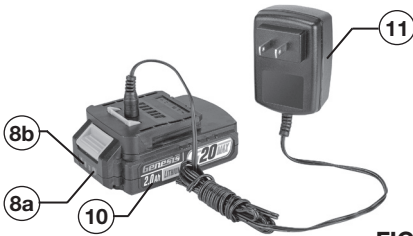

FIG 3
CARGA DE LA BATERÍA (FIG 3)
- Conecte el cargador (11) a una fuente de energía de 120 voltios de CA. La luz indicadora verde en el cargador se iluminará, confirmando que está encendido.
- Conecte el cargador a la batería (10) como se muestra en la FIG 3. La luz roja en el cargador se encenderá, indicando que la batería se está cargando. Mientras tanto, las luces indicadoras de energía (8) en el paquete de batería parpadearán, indicando el estado de carga.
INDICADOR DE CARGA DE LA BATERÍA (FIG 3)